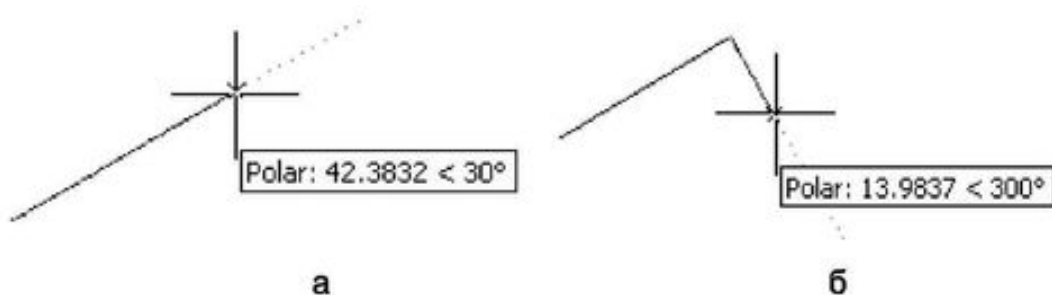

Рис. 3.11. Порядок выполнения построения. Шаг 4 и 5
5. На запрос координат второй точки приблизить курсор мыши к направляющему вектору с углом 30° , и в тот момент, когда этот вектор обозначится, а в информационном окне полярного режима появится соответствующий угол (рис. 3.11а), ввести 50 и нажать Enter.
6. На запрос координат третьей точки приблизить курсор мыши к направляющему вектору, имеющему угол -60° (300°), и в тот момент, когда этот вектор зафиксирован (рис. 3.11б), ввести 30 и нажать **Enter**.